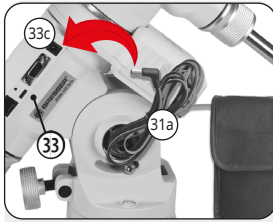

Fig. 17: Anschluss des Batterie-Packs
3. Stecken Sie den DC-Stecker des DC-Spannungskabels (31a) in die DC-Buchse (33c) des Anschlusspanels (33) (Fig. 17).